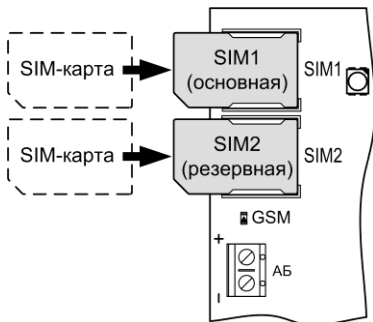

Рис.5 Установка SIM-карт
SIM-карты следует подключать при выключенном питании прибора (сеть 220 В и аккумулятор) контактами к плате, срезом как показано на рис.5.
- Проверьте, подключена ли антенна GSM к коммуникатору (разъём SMA, см. рис.1), правильно ли установлена SIM-карта (SIM-карты) – см. рис.5. Если использовать брелок БН-Л-33 с прибором не планируется, то отключите радиомодуль прибора, разомкнув переключку J8.